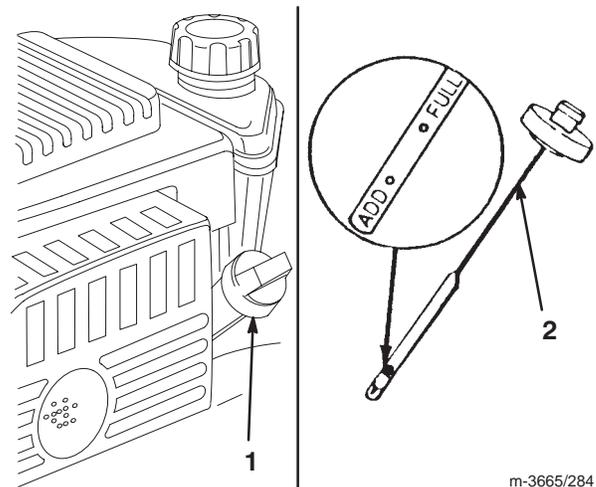

Figure 8
Avant chaque utilisation, vérifier que le niveau d'huile arrive entre les marques maxi (*Full*) et mini (*Add*) de la jauge (Fig. 8).
2. Nettoyer tout autour du bouchon de jauge (Fig. 8).
6. Voir le niveau d'huile indiqué par la jauge (Fig. 8).